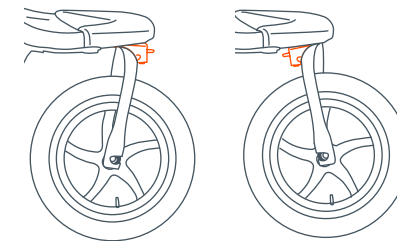

Fig. 12a
12) La rueda delantera están equipadas con un mecanismo de bloqueo de giro y enganchar hacia adelante o hacia atrás (Fig. 12a).